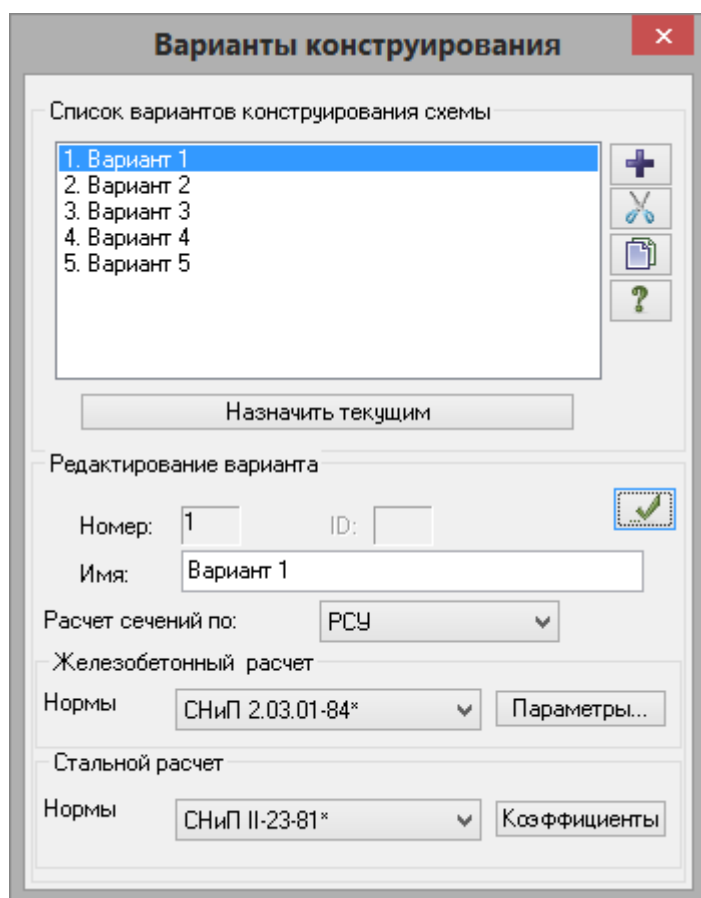

Рис.21.4. Диалоговое окно **Варианты конструирования**
- Вызовите диалоговое окно **Варианты конструирования** (рис.21.4) щелчком по кнопке  – **Варианты конструирования** (панель **Конструирование** на вкладке **Создание и редактирование**).